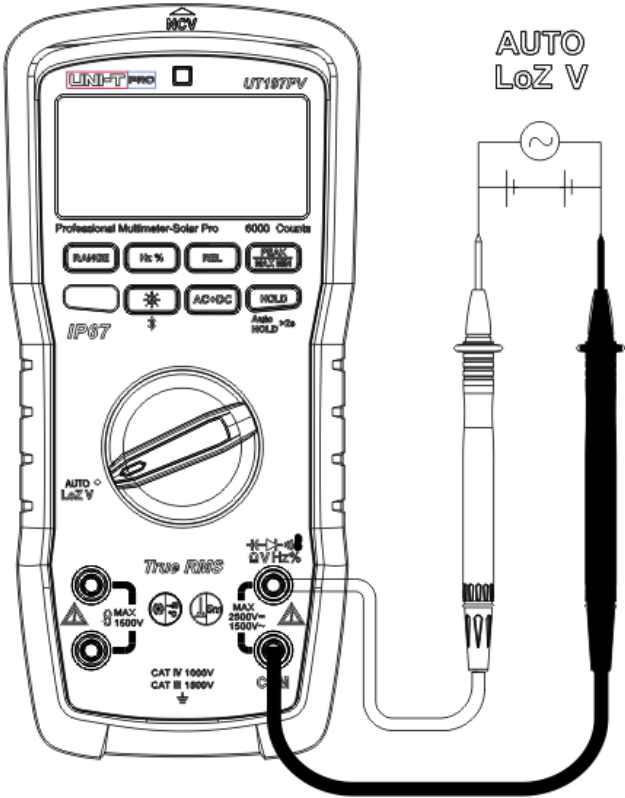

Рисунок 4
1. Автоматическое измерение AC/DC (Auto-V LoZ), рисунок 4